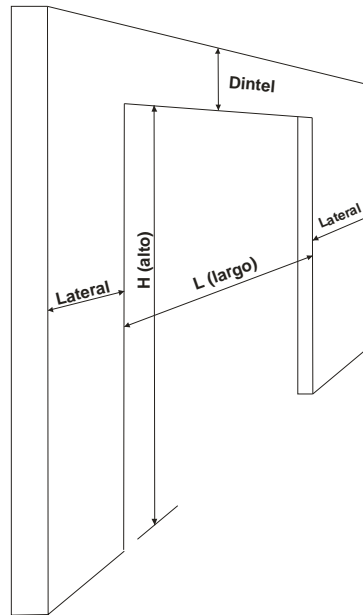

Fig. 1
- Asegúrese antes de empezar con el montaje de que el hueco cumple con los requisitos mínimos (*fig. 1*)
- Además deberá comprobar que el dintel tenga 400 mm., y que los espacios laterales son los necesarios (*fig. 1*).